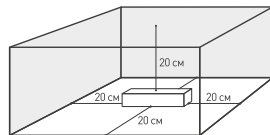
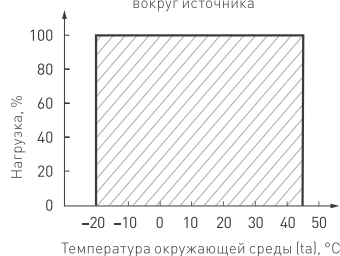

Рис. 4. Свободное пространство вокруг источника
Рис. 5. Максимальная допустимая нагрузка, % от мощности источника
4.3. Для естественной вентиляции обеспечьте не менее 20 см свободного пространства вокруг источника питания, как изображено на рис. 4. Если обеспечить свободное пространство невозможно — используйте принудительную вентиляцию. В случае установки в ограниченном пространстве (например, лайтбокс или профиль) предусмотрите обеспечение требуемого температурного режима источника питания согласно рис. 5.
4.4. Не нагружайте источник питания более чем на 80% от его максимальной мощности. Учитывайте, что с повышением температуры окружающей среды максимальная мощность источника питания снижается, см. график зависимости на рис. 5.